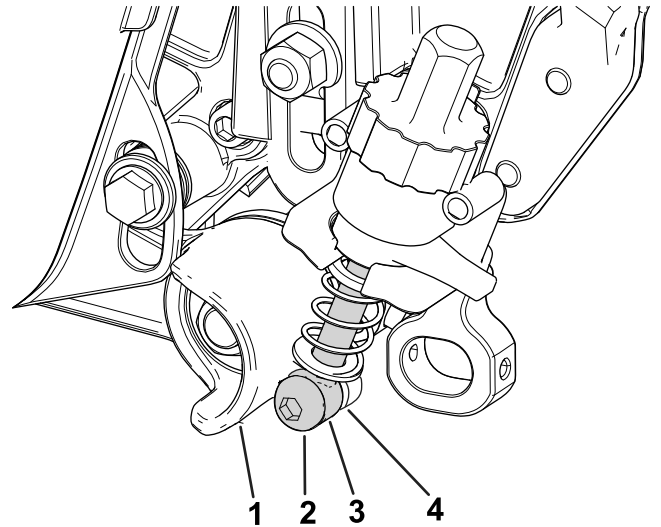

図 13
4. アジャスタアームアセンブリのロッドを、アイドラアセンブリのアジャスタカラーの近くに合わせ、ショルダーボルトと硬化ワッシャでカラーに固定し 図 13 ショルダーボルトを 1622 N·m 1.7-2.2 kg.m = 12-16 ft-lb に固定する。